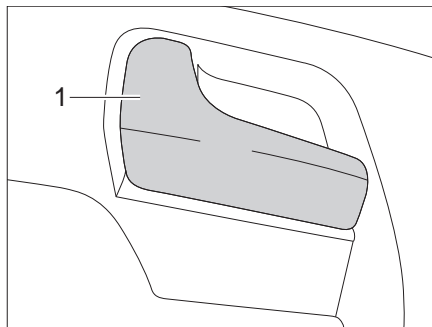

Bild 45 Dörrlås förlåsning, insida
- Drag i handtaget (Bild 45,1). Dörrlåset låses upp.